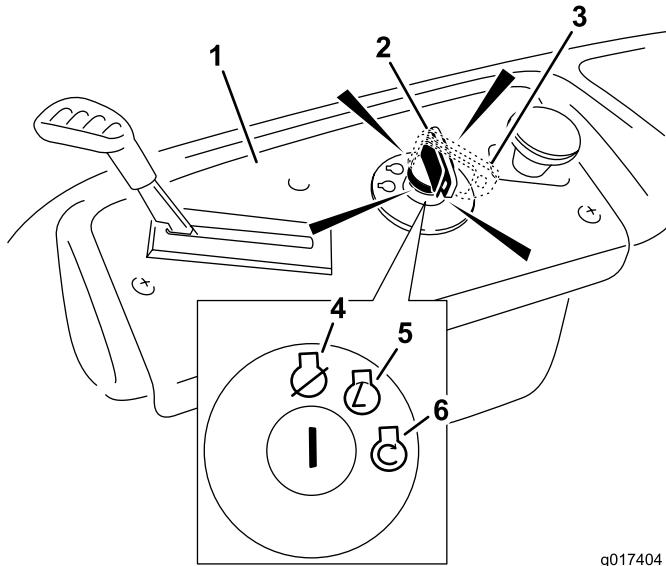

Figura 13
- Gire la llave de contacto a Arranque para activar el motor de arranque. Cuando el motor arranca, suelte la llave (Figura 13).
3. Gire la llave de contacto a la posición de Desconectado (Figura 13) y retire la llave.